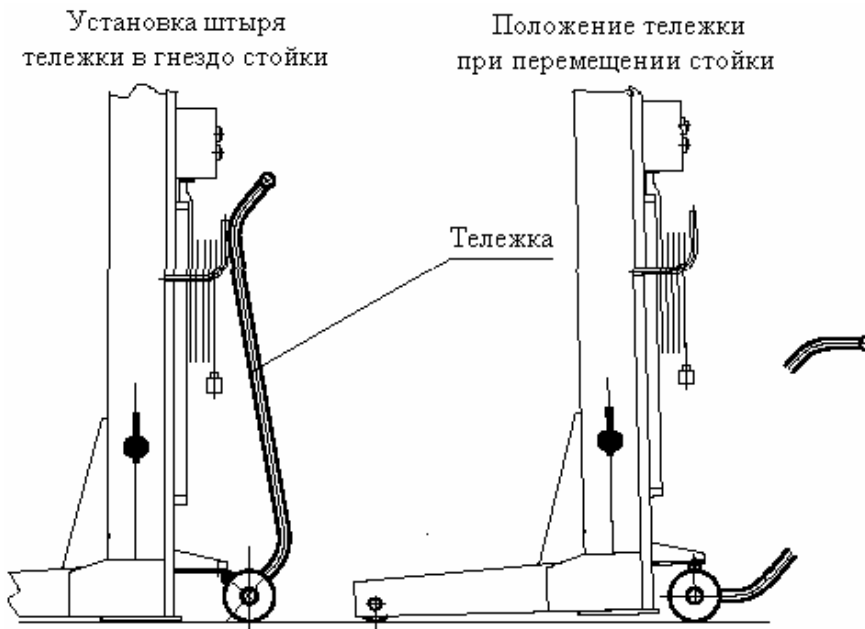

Рис. 5. Перемещение стойки при помощи тележки
7.1.1. При помощи тележки подкатить каждую стойку подъемника подхватом под штатные опорные места троллейбуса, трамвая, автобуса. Для перемещения стойки подкатить тележку к стойке и, зацепив ее, приподнять (см.Рис.5).